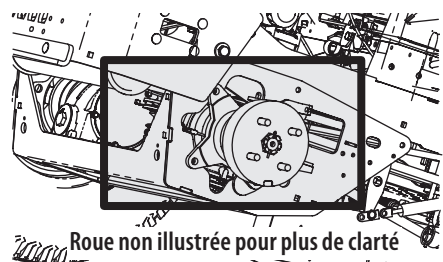
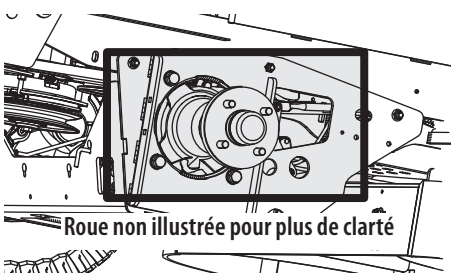

Fig. 30
Fig. 31
- Nettoyez autour et à proximité de la transmission, de l'essieu et de la zone du ventilateur (Fig. 30 de la transmission Parker et Fig. 31 de la transmission Hydro-Gear).